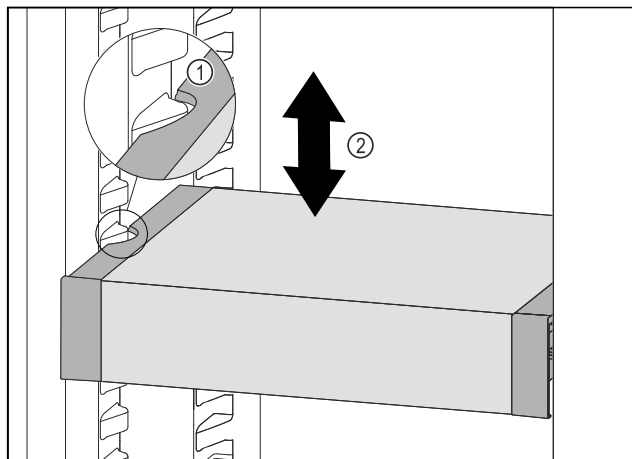

Fig. 173
- Потягнути VarioSafe вперед, поки бокові заглиблення VarioSafe не опиняться на рівні ребра для резервуара в охолоджувальному відділенні. Fig. 173 (1)
- Пересувайте VarioSafe вгору або вниз в охолоджувальному відділенні до тих пір, поки не досягнете бажаної висоти. Fig. 173 (2)